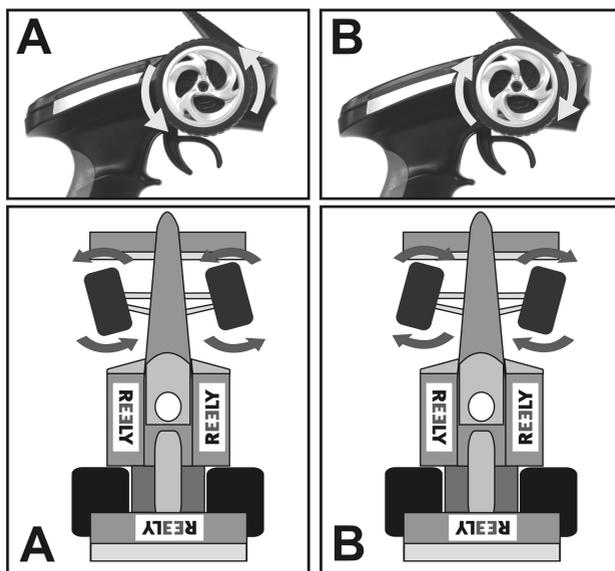

Figura 11
Se si gira il volante sul trasmettitore verso sinistra, le ruote del veicolo devono girare a sinistra (vedere figura 11, disegno A). Se si gira il volante a destra, le ruote devono girare a destra (vedere figura 11, disegno B).
Se le ruote girano esattamente nella direzione opposta a quella indicata nella figura 11, è possibile cambiare la direzione di azione del volante e quindi il senso di rotazione del servosterzo per mezzo dell'interruttore di inversione per la funzione di sterzo (15).